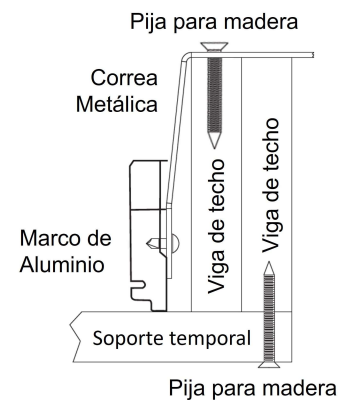

FIGURA 15
L. Instalador #2: Despliegue las correas metálicas de 14" y dóblelas sobre las vigas del techo. Atorníllelas con las pijas para madera a través del orificio de 1/4" en la correa metálica y la viga de madera. Ver **Figura 14** y **Figura 15**. Asegúrese que las correas estén apretadas para soportar el peso de la escalera de ático.